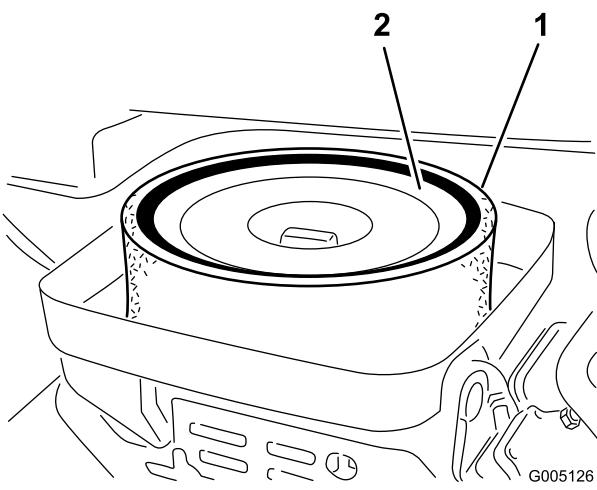

Figura 48
- Se o elemento de esponja se encontrar sujo, deverá retirá-lo do elemento de papel (Figura 48). Limpe cuidadosamente da seguinte forma: